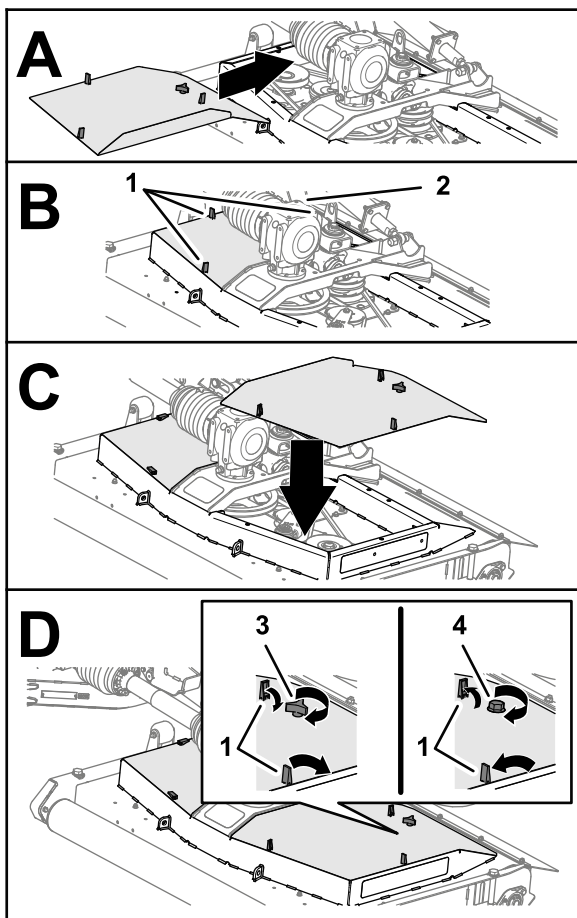

Рисунок 47
1. Совместите защелки крышки деки газонокосилки с отверстиями в деке газонокосилки (Рисунок 47).
2. Установите крышку на деку газнокосилки (Рисунок 47).
3. Закрепите крышку (Рисунок 47) следующим образом:
4. Прикрепите крышку деки газнокосилки, зафиксировав 3 защелки (Рисунок 47).
5. Повторите действия, описанные в пунктах 1–4, для других снятых крышек (Рисунок 47).